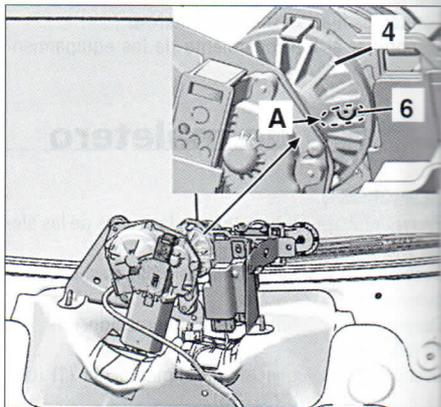

FIG. 43
(6) en el taladro (A) del rodillo (4) (fig. 43).